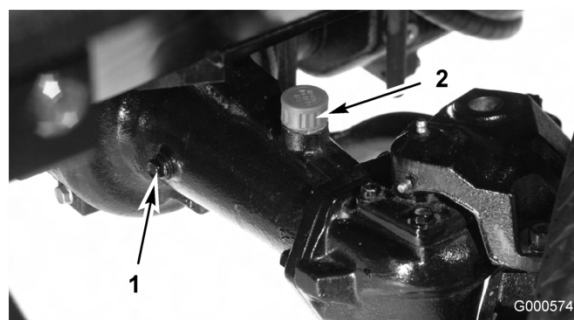

Figura 45
2. Retire o tampão de verificação que se encontra numa das extremidades do eixo (Figura 45) e Certifique-se de que existe lubrificante no fundo do orifício. Se o nível estiver baixo, retire o tampão de enchimento (Figura 45) e adicione lubrificante suficiente para encher o nível de lubrificante até ao fundo do orifício do tampão de verificação.